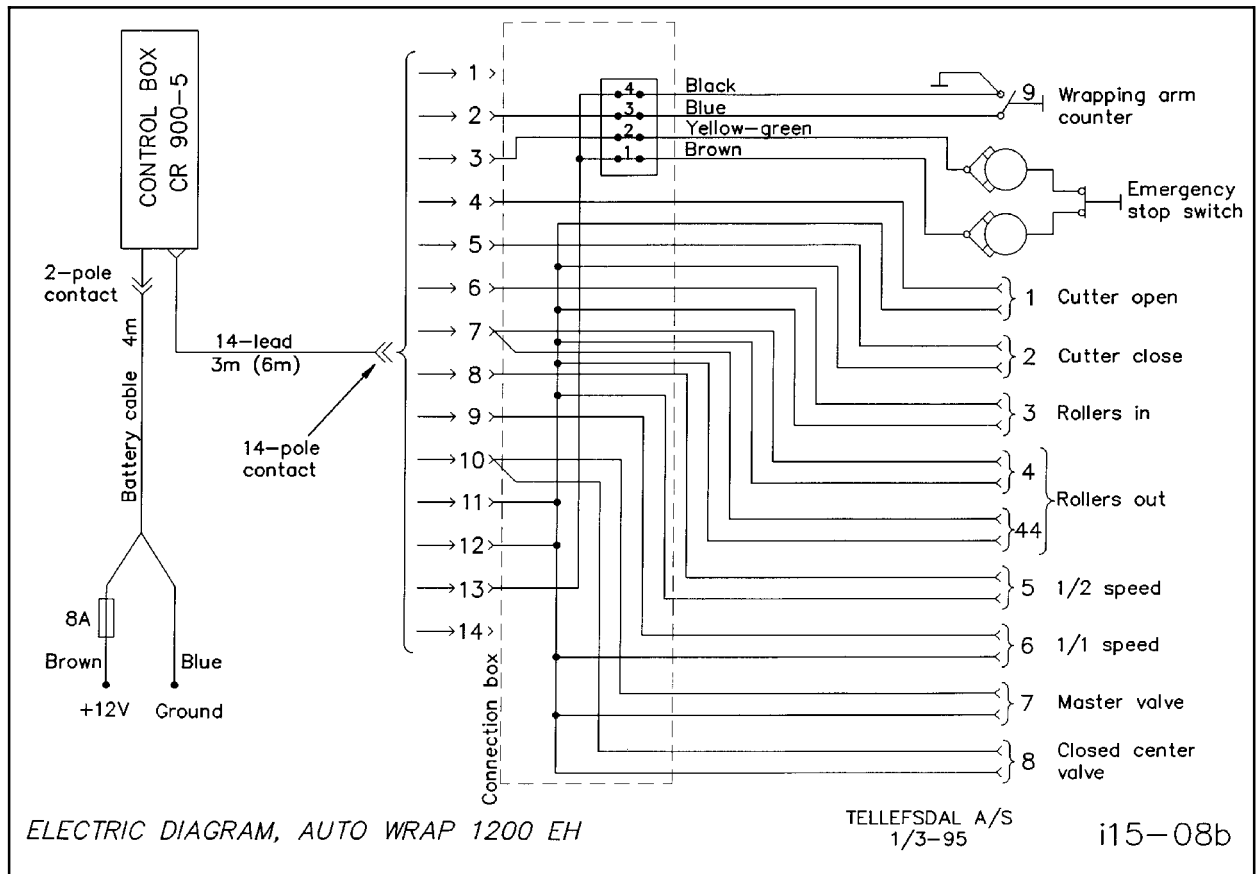

Fig. 13-1
Le système électrique comprend la console de commande avec le cordon d'alimentation, le câble de commande (14 conducteurs), doté d'une prise à chaque extrémité, ainsi que des fils de distribution qui mènent vers les électrovannes magnétiques et les interrupteurs de la machine. (Voir fig. 13-1).
13.4 DISTRIBUTION DU COURANT. (Voir fig. 13-1).